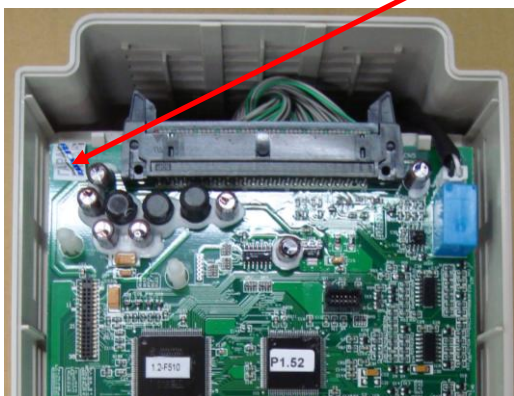

Рис. 8.3. Расположение ремонтных гарантийных наклеек.
8.14. Наклеить ремонтные гарантийные наклейки в соответствии с рис. 8.3.